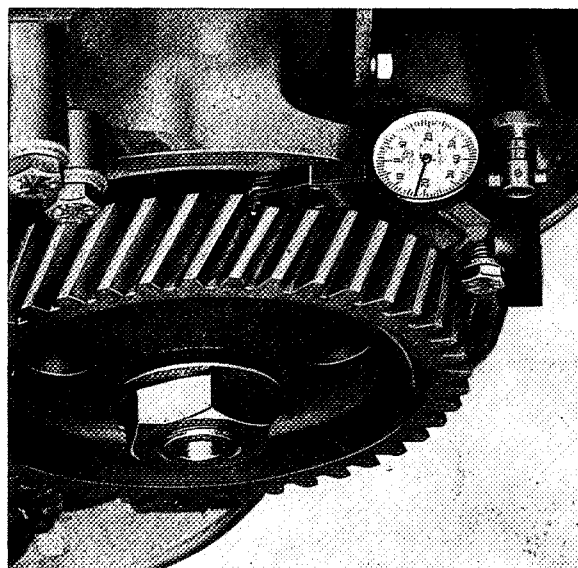

Fig. 2-52. Het meten van de tandflankspeling
7. Meet de tandflankspeling zoals Fig. 2-52 laat zien.